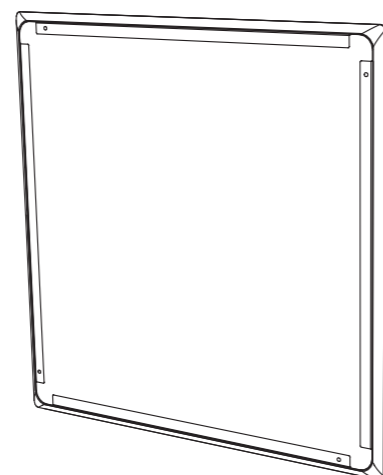

Fig. 19. Install the paint mask
2. Pressione a máscara de tinta na parte frontal da lata traseira, onde será mantida no lugar por ímãs. Esta máscara é deixada no lugar enquanto o teto e a moldura são pintados (Fig.19).